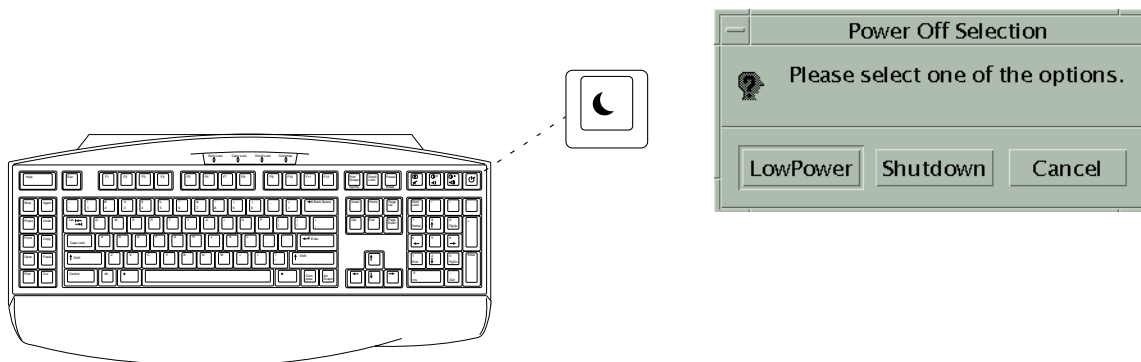

図 5 Sun Type-6 USB キーボードの電源キーと「Power Off Selection」ダイアログボックス
1. Sun™ Type-6 USB キーボードの電源キー (図 5 を参照) を押します。